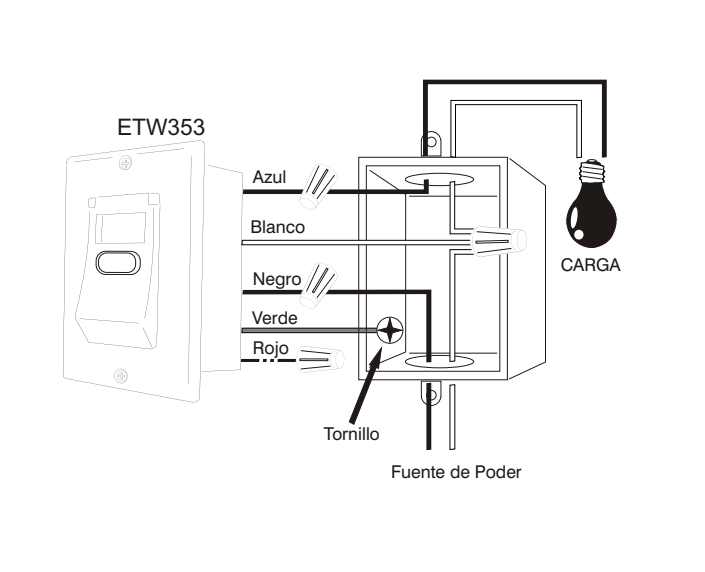

FIGURA 1
- Usando las tuercas para alambre suministradas, sujete de forma segura los alambres del medidor de tiempo, a los alambres en la caja de la pared de acuerdo al diagrama en FIGURA 1.